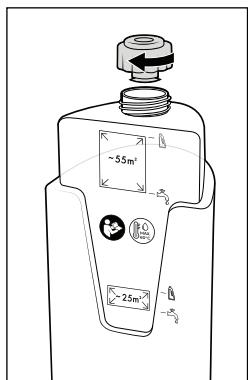

Fig. 10
- ◆ Revissez à nouveau le couvercle du réservoir d'eau fraîche ⑪ (voir fig. 10).